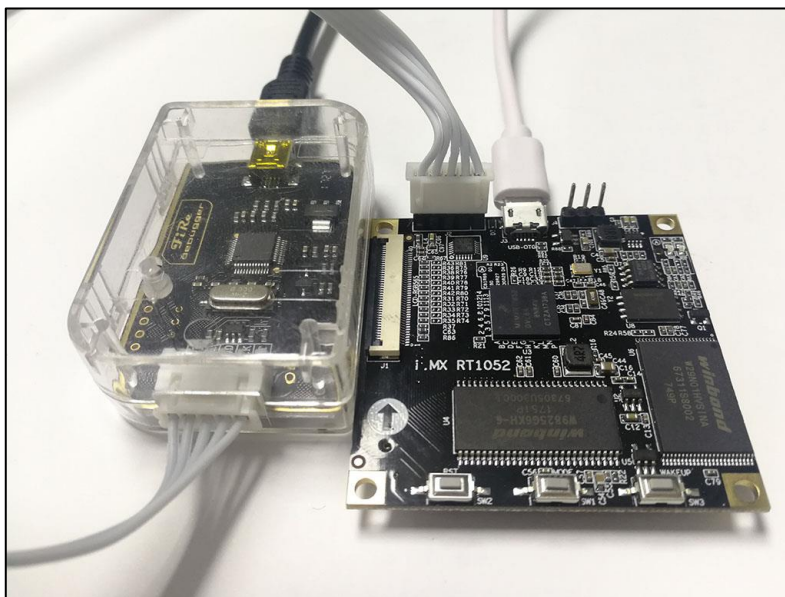

图 1-6 核心板与野火 DAP 下载器的连接
核心板与野火普通版 DAP 下载器可直接用配套的排线组连接，连接方式见图 1-6，注意接头中两竖的一面朝向开发板内。
- 撬开 DAP 下载器的上盖，找到预留配置的两孔，见图 1-6。